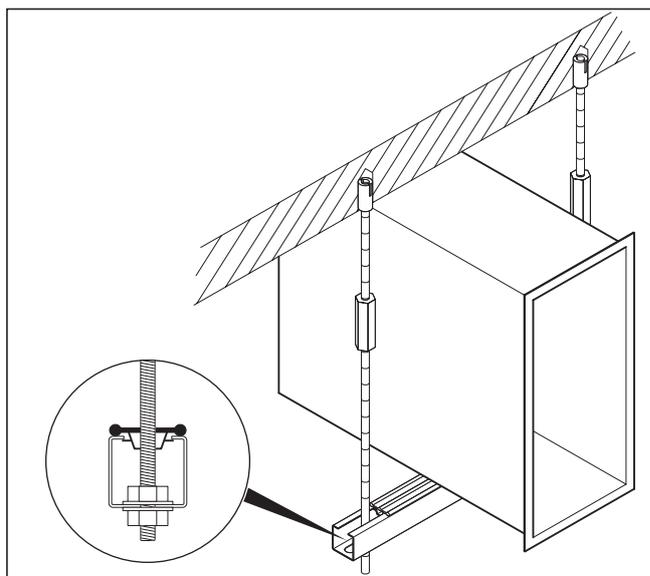

Fig. 4.1 Montere bæreskinnesett VWZ LM
- Monter bæreskinnesettet som vist i fig. 4.1.